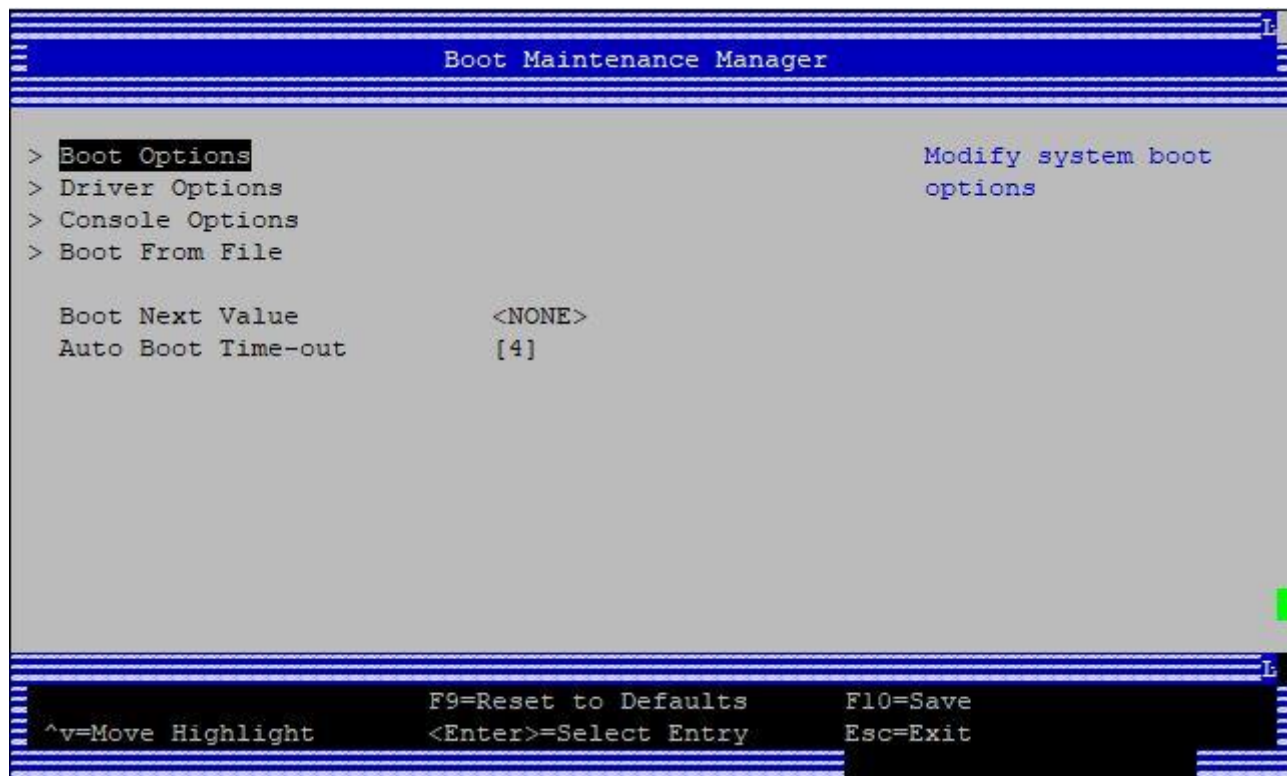

Рисунок 14 – Меню «Boot Maintenance Manager»
2.3.2.7 Меню «Boot Maintenance Manager» (рисунок 14) состоит из следующих пунктов: